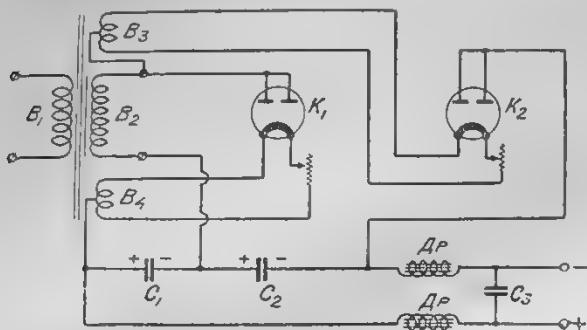

Рис. 1. Схема выпрямителя.
Схема выпрямителя изображена на рис. 1, где буквами K_1 и K_2 обозначены кенотроны; Tr — трансформатор с одной первичной B_1 и тремя ($B_2-B_3-B_4$) вторичными обмотками, при чем число витков вторичной обмотки B_2 равно числу витков первичной B_1 , обмотки накалов B_3 и B_4
На оси конденсатора (рис. 1, 3) между верхним основанием конденсатора и подвижными пластинами имеется резьба, на которой и собирается система червячной передачи, изображенная в отдельных ее частях на рис. 4, при чем колесо (1) шажается на цилиндрок (2) и зажимается между шайбами, (3) и (4). Шайба (2) имеет лепесткообразную форму, лепестки которой для более плотного и эластичного прилегания к зубчатому колесу (1) слегка загнута книзу.